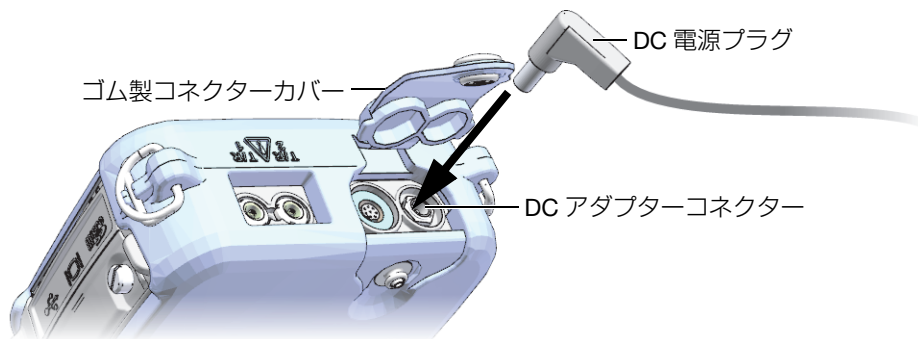

図 2-3 DC 電源プラグの接続
2. 38DL PLUS で、38DL PLUS の上部の DC アダプターコネクタを覆っているゴム製カバーを持ち上げます (41 ページの図 2-3 参照)。
3. チャージャー / アダプターからの DC 電源プラグを DC アダプターコネクターに接続します (41 ページの図 2-3 参照)。